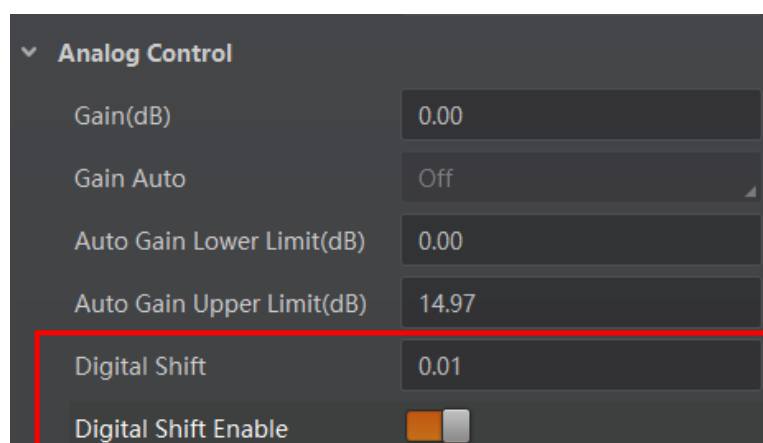

图7-26 数字增益设置
2. 在 *Digital Shift* 参数中输入需要设置的数字，如图 7-26 所示。